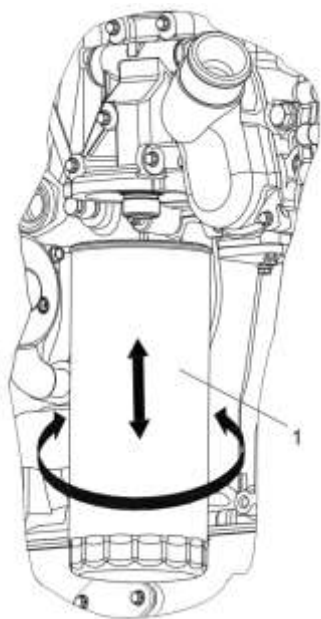

Рисунок 39 – Снятие и установка сменного фильтра для масла:
2. Отвернуть сменный фильтр для масла 1 (рисунок 39) от корпуса масляного фильтра.